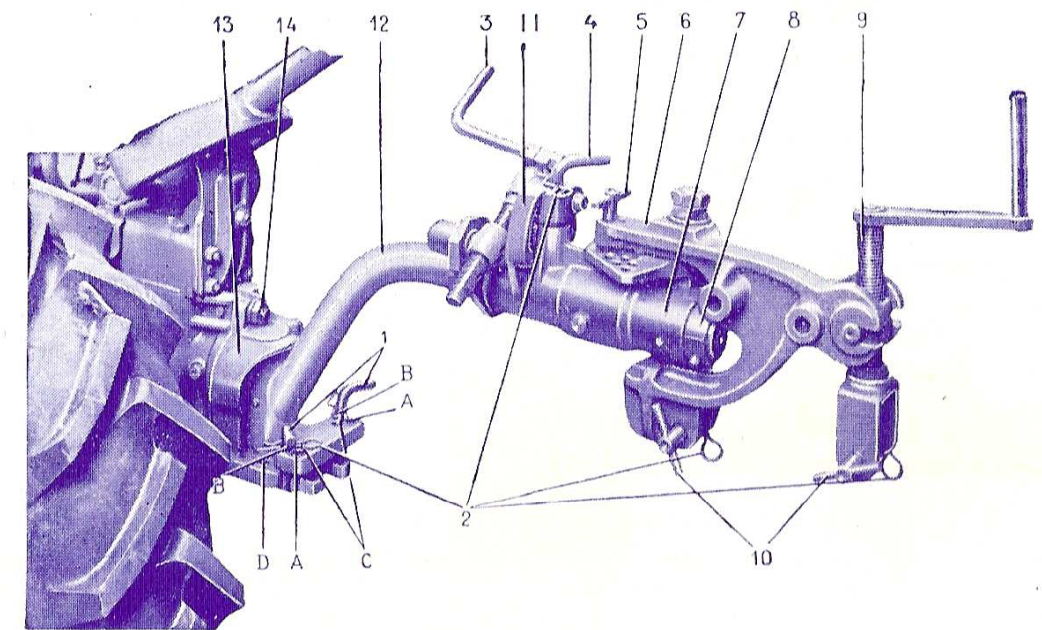

Fig. 11
## 3° Réglage de profondeur par vis et manivelle : (Voir Fig. 11 - Indice 9)
L'opération est d'une extrême simplicité et ne demande que quelques instants. Verrouiller la broche (4) en position haute en passant l'épingle dans le trou inférieur, sortir la bague d'arrêt (8), retirer l'ensemble porte-outils et secteur (6 et 7 fig. 11), accoupler l'extrémité du timon (12) dans le tube soudé sur le V d'attelage de la remorque, verrouiller à l'aide de la bague d'arrêt et de la broche (8).
Le montage s'effectue à l'aide de deux broches (10 fig. 11) verrouillées par les épingles (2).